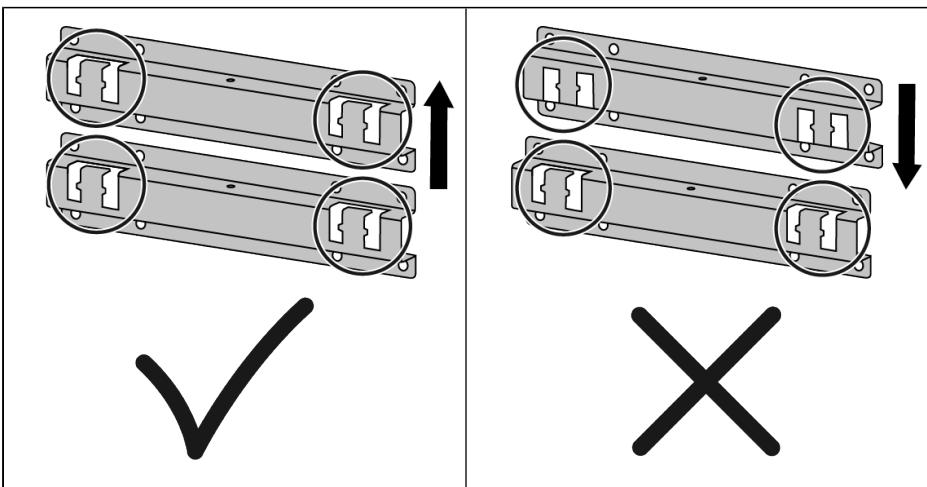
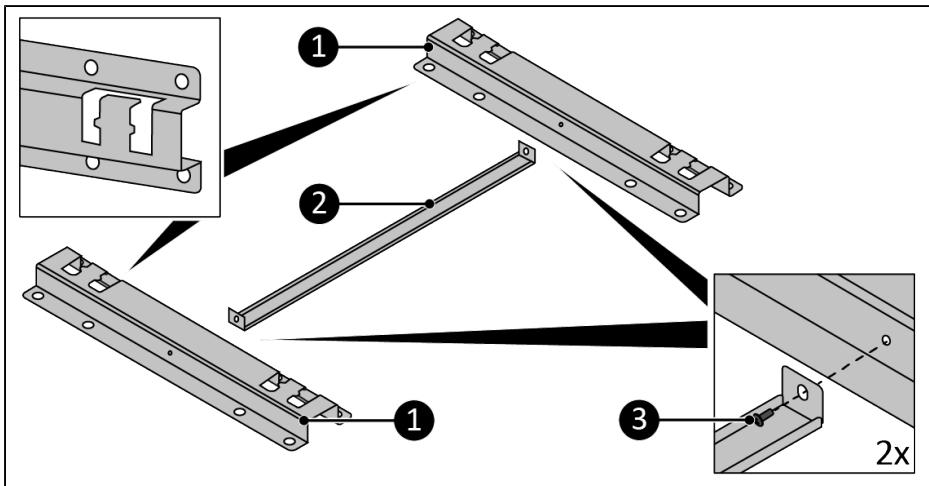

Figure 71.
Figure 72.
Assurez-vous que les ouvertures des supports sont orientées vers le haut, voir Figure 71 et Figure 72 pour référence.
1. Montez l'entretoise (Figure 72, pos. 2) sur les supports (Figure 72, pos. 1) à l'aide des 2 vis M4 12 mm (Figure 72, pos. 3).